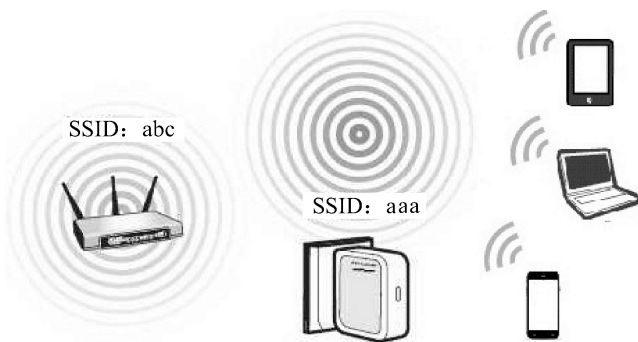

图 15-5 Bridge 模式
(4) Bridge 模式（桥接模式）。Bridge 模式的功能与 Repeater 中继模式类似，同样是将已有的无线网络信号增强，扩大其覆盖范围。区别在于新的无线信号可以自定义成新的 SSID 和密码，新网络信号是独立存在的，并且可以使用 Bridge 桥接模式继续向远处无限桥接、增强。通过无线桥接的方式连接前端路由器的信号，自身发射新的无线信号。该模式适合共享已有的无线网络，如图 15-5 所示。